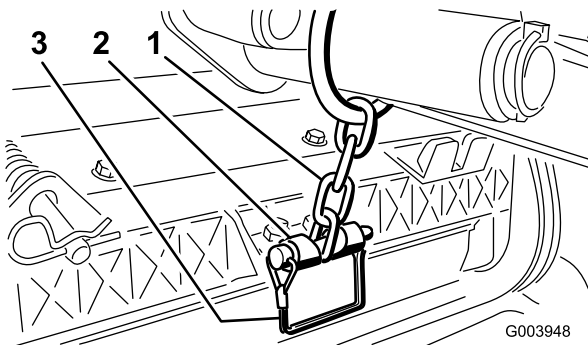

図 9
12. スナップピンを使って、昇降アームのチェーンを昇降アームに固定する（図 9）。カッティングユニットのオペレーターズマニュアルに従って、決められたリンクを使用すること。